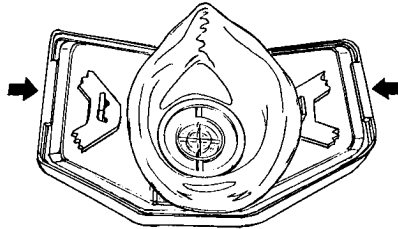

FIGURE 6
6. Emboîter les deux côtés du porte-filtre sous les languettes du couvercle de filtre. Veiller à coincer le filtre entre le porte-filtre et le couvercle sur tout son périmètre. (Voir Figure 6.)